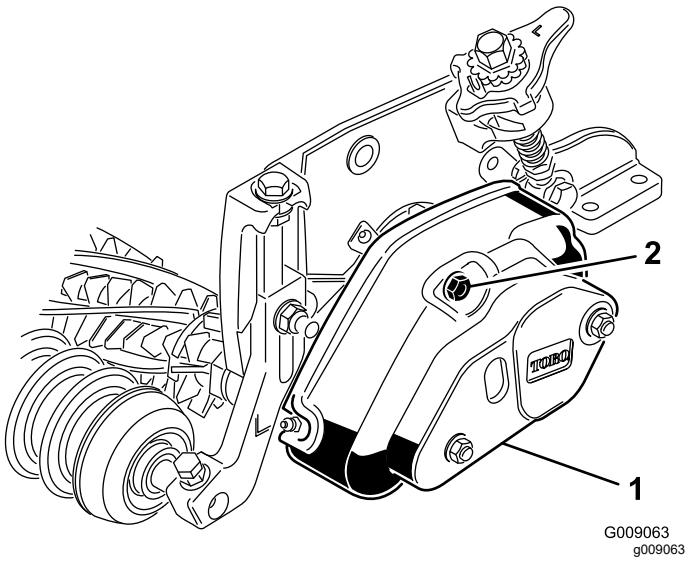

Figura 20
1. Togliete i 2 dadi di montaggio del groomer e togliete il carter (Figura 20).